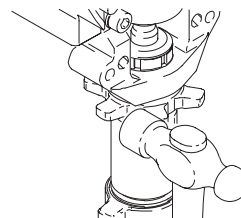

Fig. 13
4. Fig. 13. Bank låsemutteren løs med en 570 g (max.) hammer. Skru løs pumpen.